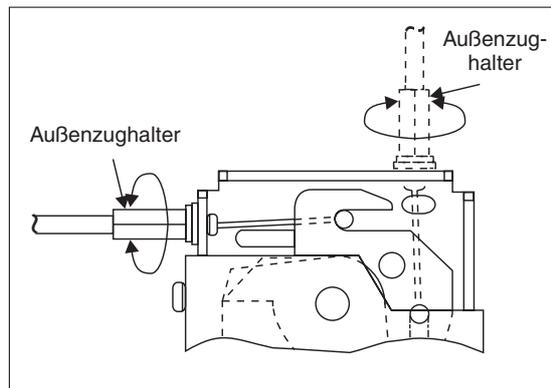

Abb. 4-61:
- ③ Lösen Sie die Kontermutter. Drehen Sie die Justierung gegen den Uhrzeigersinn, um das Ende des Verriegelungsdrahtes sicher zu befestigen.
- ④ Ziehen Sie den Außenzughalter an (Anzugsmoment 2,4–3,1 Nm; siehe Abb. 4-61).